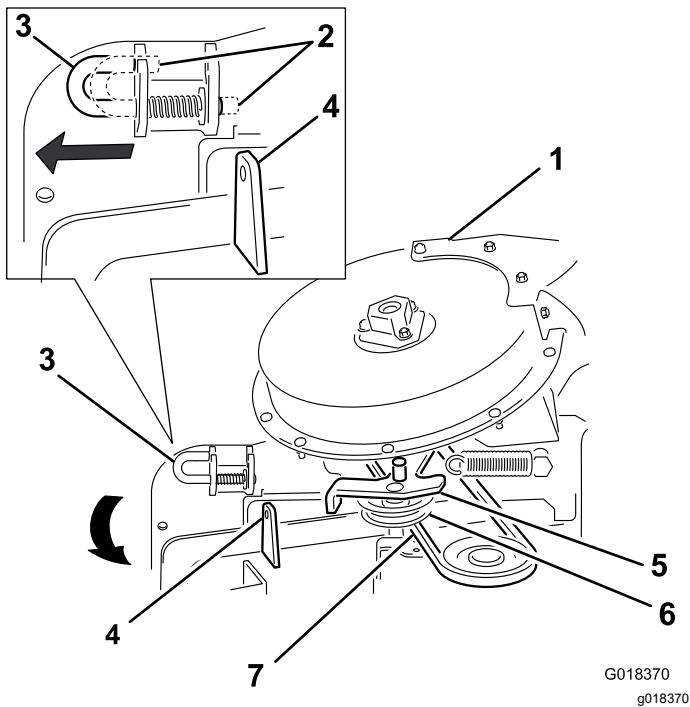

Bild 39
4. Stellen Sie den Arretierbolzen von der arretierten in die geöffnete Stellung (Bild 39).
5. Schließen Sie das Gebläse und fluchten Sie den Arretierbolzen mit dem Loch in der Auswurfkanalhalterung aus (Bild 39).